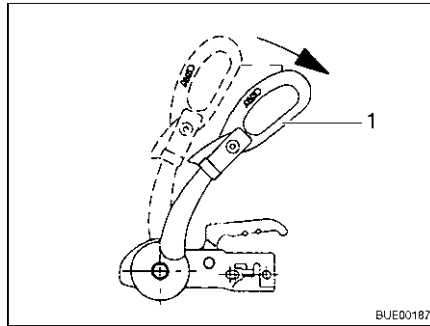

Fig. 141 Maniglia di stabilizzazione
- Aprire la maniglia di stabilizzazione (Fig. 141,1).